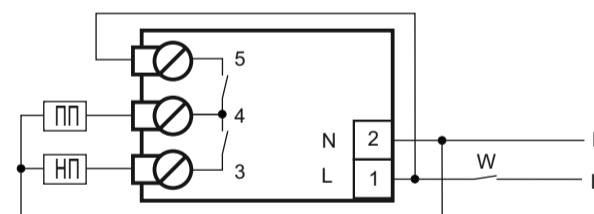

Рис.2. Схема подключения нагрузок к устройству RN 1F-24
- 8.2. Подключите нагрузки к изделию согласно рис. 2. Для этого используйте одножильный или многожильный провод с двойной или усиленной изоляцией сечением, соответствующей мощности нагрузок. Нейтраль **N** подключается на контакт 2 изделия и нагрузкам. Фазное напряжение **L** может подаваться через выключатель **W** или напрямую и подключается к контактам 1 и 5 изделия. Кроме того, нагрузка приоритетного потребителя (ПП) подключается к контакту 4 изделия, а нагрузка неприоритетного потребителя (НП) - к контакту 3 изделия.